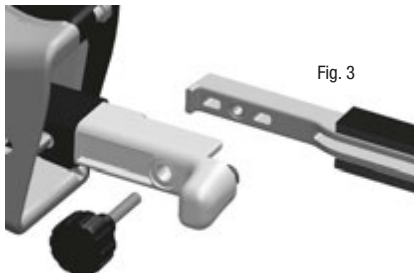

Fig. 3
7. Extraiga el Brazo de Contacto y reemplácelo con el brazo deseado. Asegúrese de que la lengüeta ubicada al final del brazo se encuentre en el canal de la Base del Brazo del Recorrido. (Ver Fig. 3)